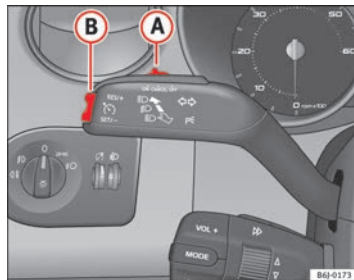

Abb. 111 Blinker- und Fernlichthebel; Schalter und Wippe für die Geschwindigkeitsregelanlage
- Schieben Sie den Schalter ⇒ Abb. 111 **A** nach links auf **ON**. ▶